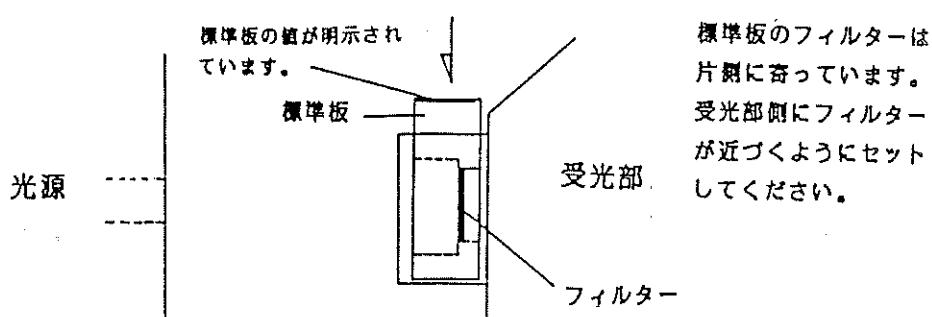

図2 標準板のセット
- ① SSの測定レンジを100または200にセットします。
- ② 測定セルに蒸溜水を入れ、セル表面の水滴や指紋などを拭き取りセルホルダーにセットします。セル室のフタを閉じZEROツマミでゼロになるように合せます。
- ③ SS標準板をセルホルダーにセットします(図2参照)。セル室のフタを開じCALIBRATIONツマミで標準板の値に合せます。
- ④ 上記の操作を繰り返して正しく校正されていることを確認して下さい。
- ① 測定ツマミを濁度にセットします。
- ② 測定セルに蒸溜水を入れ、セル表面の水滴や指紋などを拭き取りセルホルダーにセットします。セル室のフタを閉じZEROツマミでゼロになるように合わせます。
- ③ 濁度標準板をセルホルダーにセットします（図2参照）。セル室のフタを開じCALIBRATIONツマミで標準板の値に合わせます。
- ④ 上記の操作を繰り返し、正しく校正されていることを確認して下さい。